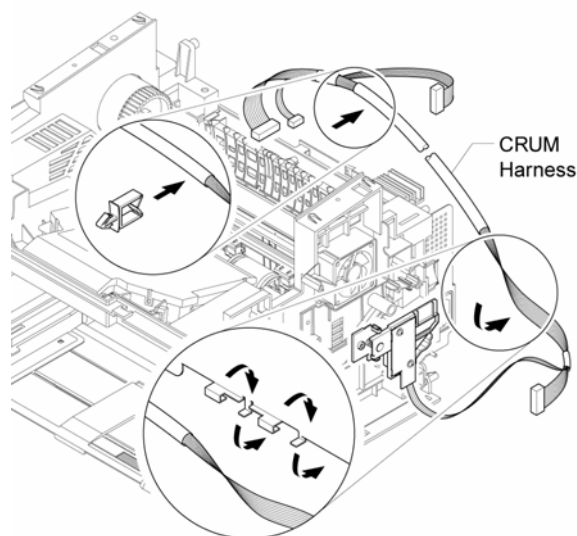

Рисунок 3
6. Аккуратно освободите жгут проводов CRUM (с платой CRUM) под экраном принтера в направлении стрелки, рисунок 3.